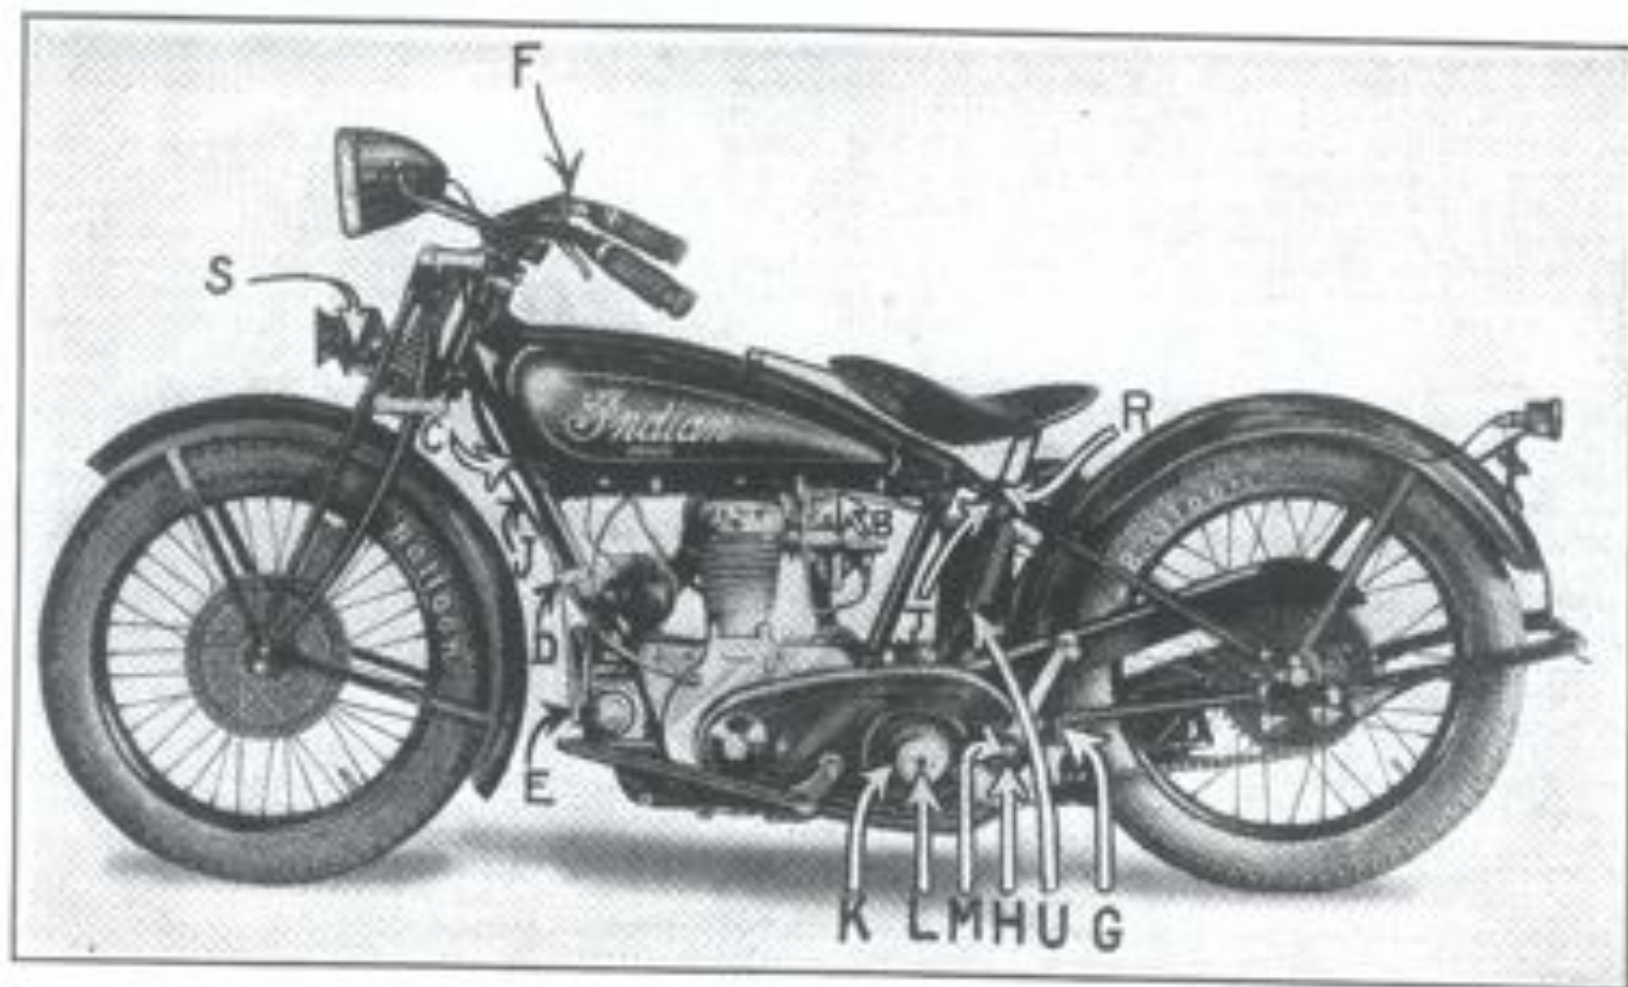

Abbildung 1
Aus Abbildung 1 wird ersichtlich, wie die Klammern der Hupe anzubringen sind. Die Klampenteile sind mittels einer Kneitzange auseinanderzubiegen. Falls notwendig, bringe man die Bolzenlöcher durch Einführung eines runden Stosseisens von entsprechender Stärke in die richtige Stellung. Dann ziehe man die Klammern an und befestige die Hupe in der in Abbildung 1 angegebenen Weise. Danach verbindet man die Drähte mit den zwei sich am Boden der Hupe befindlichen Schraubenklemmen. Ein Draht tritt an der Lenkstange in der Nähe der Gabel aus; der andere Hupendraht ist blau und als solcher leicht erkennlich.
Die beiden Kopflampenstützen sind in die sich an den Seiten der Kopflampe befindlichen Sockel einzuführen. Danach setze man die Unterlegscheiben und Muttern auf, ziehe jedoch die Stützen nicht fest an. Dann führe man die Stützen durch die Löcher in der Lenkstange (Siehe Abb. 4 (2)). Man beache, wie die Kopflampe nach Abbildung 1 angebracht wird. Nimmehr ist das Instrumentenbrett aufzusetzen.
Von der Lenkstange gehen, wie man feststellen kann, zwei Kontrollkabel aus. Das an der linken Seite der Lenkstange austretende Kabel C (Abb. 1) ist nach unten zu bringen und zum Vergaser zu leiten. Es ist an der sich unmittelbar über dem Zylinder befindlichen Klammer A zu befestigen. Der oben am Vergaser angebrachte Drosselhebel ist vollkommen zurückzustossen und der Handgriff an der linken Seite der Lenkstange soweit als möglich herauszudrehen. Die Zunge des Kabels ist mit dem Vergaser bei B zu verbinden. Es ist hierbei nicht zu übersehen, den Splintbolzen einzusetzen. Das Kabel ist in Klammer A anzuziehen.